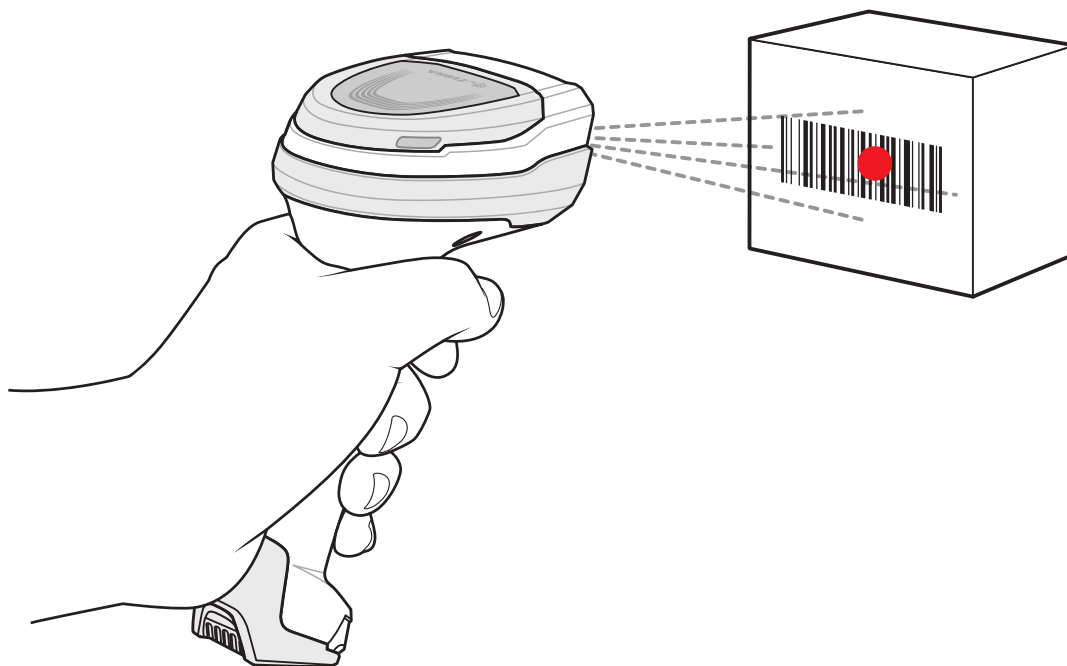
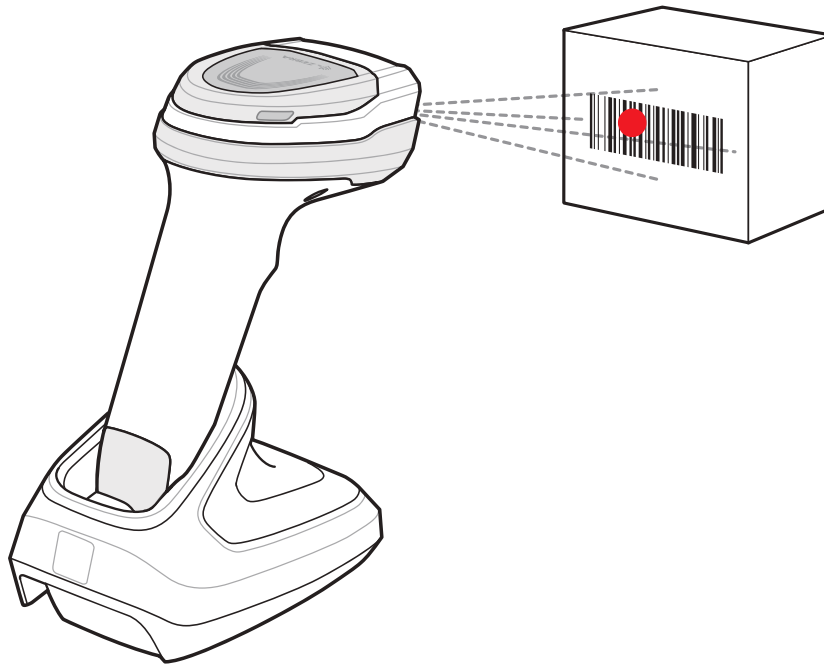

図 2-1 ハンドヘルド モードでのスキャン
図 2-2 ハンズフリー モードでのスキャン
- ✓ **メモ** 標準のデジタル スキャナは照準ドット付きの赤色照明を照射します (図 2-1 と 図 2-2 の画像を参照)。医療向け構成は、緑色の照準ドット付きの白色照明を照射します。